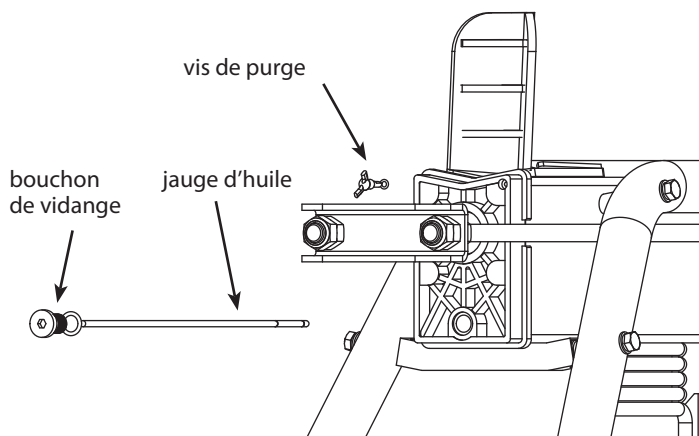

Figure 9
2. Retirer la vis de vidange et la jauge d'huile. S'assurer que la vis de purge est serrée de façon étanche. **(VOIR FIGURE 9)**